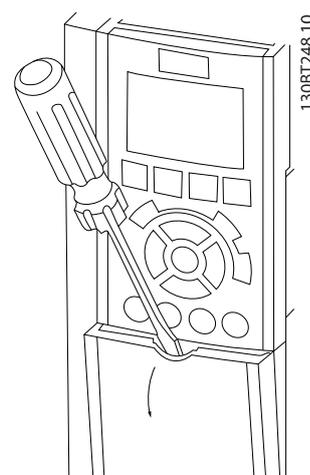

Ilustración 2.14 Acceso al cableado de control de las protecciones A2, A3, B3, B4, C3 y C4
- Retire la placa de cubierta de acceso con un destornillador. Consulte la *Ilustración 2.14*.